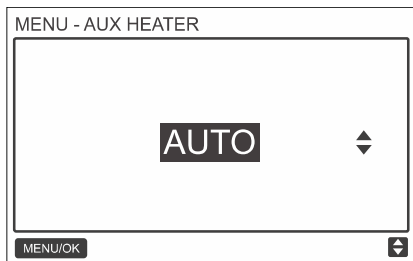

Abb. 76: AUX HEATER (Hilfserhitzer) einstellen
Stellen Sie durch Drücken der Tasten ERHÖHEN ▲^U oder VERRINGERN ▼^U ein, ob der Hilfsheizer automatisch verwendet werden (AUTO), eingeschaltet (ON) oder ausgeschaltet (OFF) sein soll, wie in Abb. 76 gezeigt.